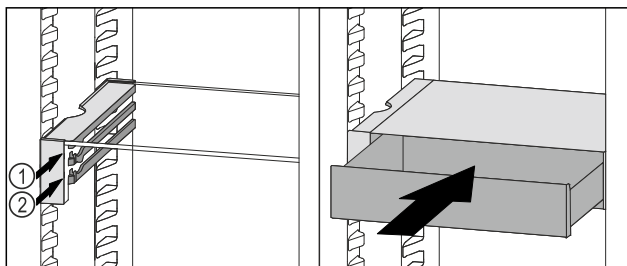

Fig. 134
- Zásuvku VarioSafe nasadte za záružkami na požadovanom rebre Fig. 134 (1) alebo Fig. 134 (2).